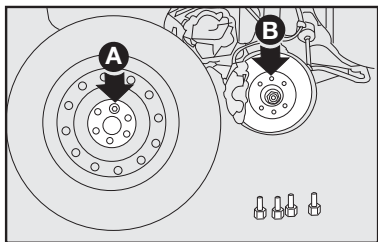

fig. 10
6) Montar a roda sobressalente, encaixando os furos **A**-fig. 10 com os respectivos pinos **B**;